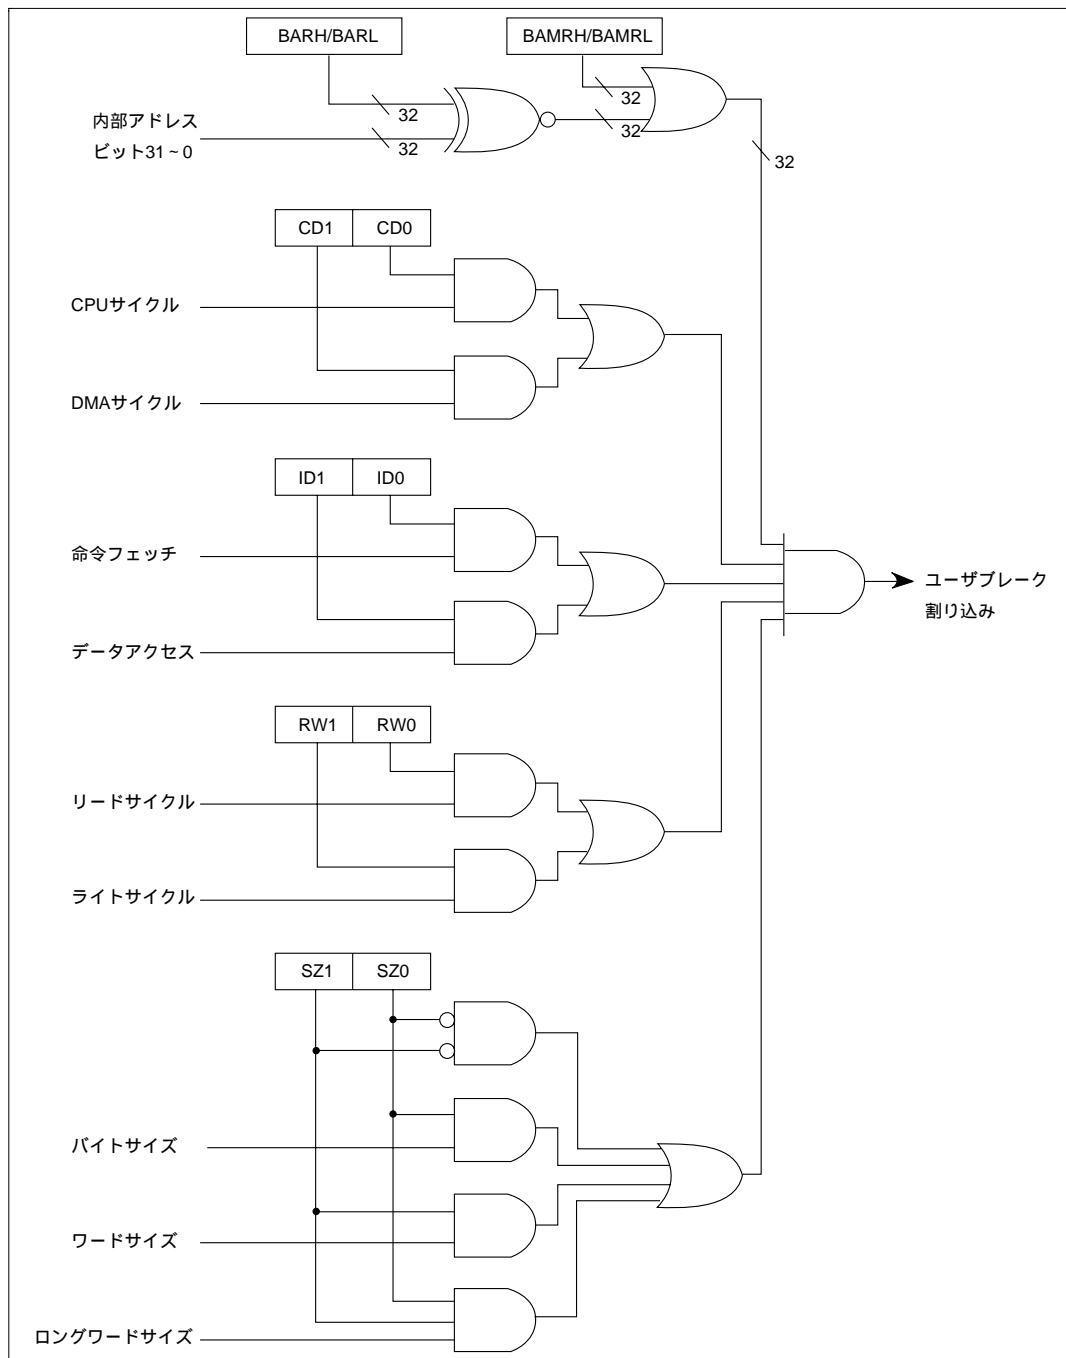

図 6.2 ブレーク条件判定方式
- (1) ブレイク条件のうち、ブレイクアドレスをブレイクアドレスレジスタ (BAR)、アドレスの中のマスクしたいビットをブレイクアドレスマスクレジスタ (BAMR)、ブレイクするバスサイクルの接続をブレイクバスサイクルレジスタ (BBR) に設定してください。BBR の CPU サイクル / DMA サイクルセレクトビット (CD1、CD0)、命令フェッチ / データアクセスセレクトビット (ID1、ID0)、リード / ライトセレクトビット (RW1、RW0) のいずれか 1 組でも 00 (ユーザブレイク割り込みは発生させない) にセットされていると、他の条件が一致してもユーザブレイク割り込みは発生しません。ユーザブレイク割り込みを使用したいときは、必ずこれら 3 組のビットすべてに条件を設定してください。
- (2) UBC は、設定した条件が成立したかどうかを図 6.2 に示す方式で判定します。ブレイク条件が成立すると、UBC は割り込みコントローラ (INTC) に、ユーザブレイク割り込み要求信号を送ります。
- (3) ユーザブレイク割り込み要求信号を受け取ると、INTC は優先順位の判定を行います。ユーザブレイク割り込みは優先レベル 15 なので、ステータスレジスタ (SR) の割り込みマスクビット (I3 ~ I0) がレベル 14 以下のとき、受け付けられます。I3 ~ I0 ビットがレベル 15 のとき、ユーザブレイク割り込みは受け付けられませんが、受け付けられるようになるまで保留されます。したがって、NMI 例外処理では、I3 ~ I0 ビットはレベル 15 になりますので、NMI 例外サービスルーチン中はユーザブレイク割り込みは受け付けられません。ただし、NMI 例外サービスルーチンの先頭で I3 ~ I0 ビットをレベル 14 以下に変更すれば、それ以後ユーザブレイク割り込みが受け付けられるようになります。優先順位判定の詳細については、「5. 割り込みコントローラ」を参照してください。
- (4) INTC は、ユーザブレイク割り込みの要求信号を CPU に送ります。これを受け取ると、CPU はユーザブレイク割り込み例外処理を開始します。割り込み例外処理の詳細については、「5.4 動作説明」を参照してください。